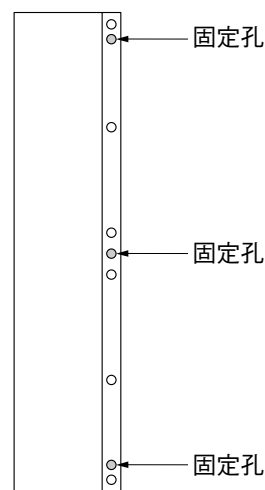

図2-3
- スタンダードおよびナチュラルスタイル前面部化粧材を固定する場合、両端から2番目と中心3ヶ所づつを固定してください。他の孔は、隙間埋め材を固定する際のネジの逃げになります。（図2-3参照）